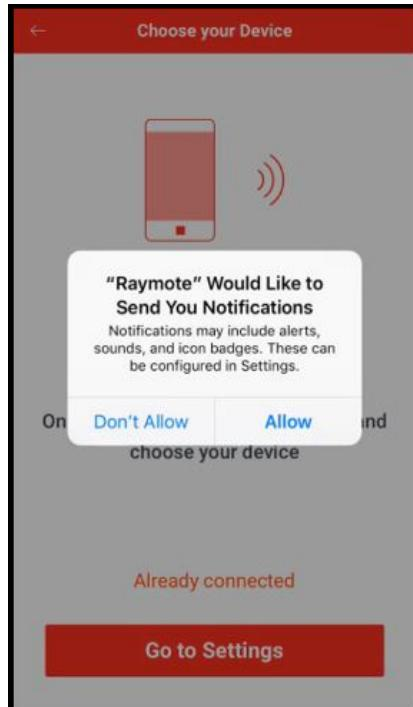

Figure 89. Accorder permissions
**NOTE:** lors de la première installation sur un téléphone, l'appli Raymote demande d'autoriser l'accès aux données, voir **Figure 89**.